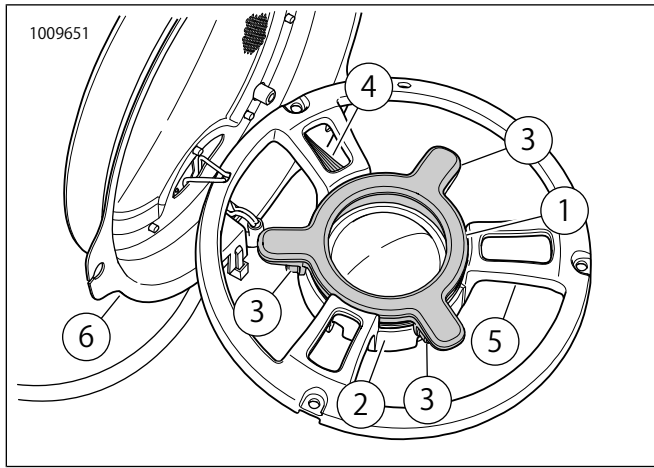

図4. スピーカーグリル、ツイーターブリッジ、LEDライト
7. 図4を参照してください。ツイーターブリッジ(5)をスピーカーグリル(6)に取り付けます。前の作業で取り外したハードウェアを使います。